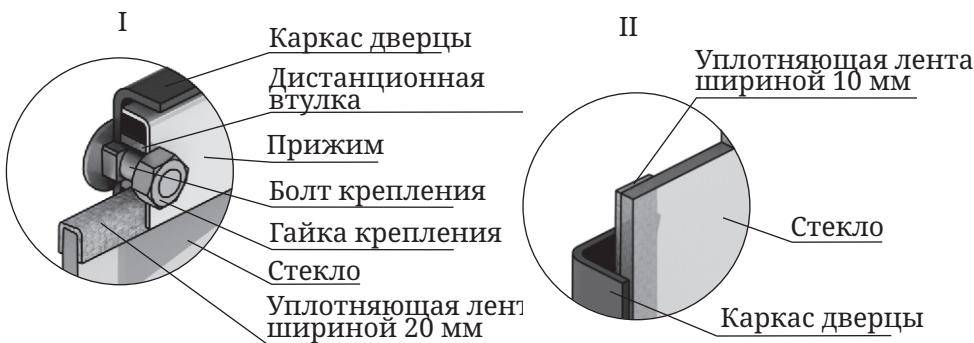

Рисунок 13. Крепление светорозрачного экрана дверцы модели «Витра»
1. Открутите две гайки, фиксирующие прижим (рисунок 13.I), и демонтируйте его и дистанционные втулки.
3. Возьмите новое стекло, если на нем нет уплотняющих лент, наклейте их: лента шириной 20 мм наклеивается сверху и снизу стекла «П»-образно (рисунок 13.I), лента шириной 10 мм наклеивается вертикально, вдоль боковых сторон стекла (рисунок 13.II).
4. Вставить стекло в упор, при этом лента наклеенная с боковых сторон (вертикальная) должна быть зажата между стеклом и каркасом дверцы (рисунок 13.II).